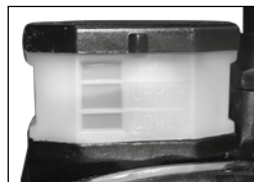

Imagen 25. Nivel del líquido de freno delantero.
2. Revisar que el nivel del líquido de freno del contenedor, no esté por debajo de la marca mínima. El nivel del líquido de freno siempre debe estar por arriba de la marca mínima del contenedor (ver imagen 25).